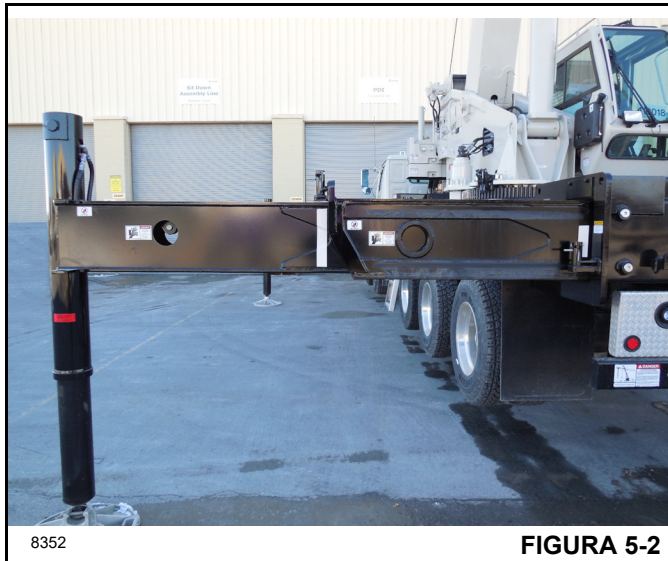

FIGURA 5-2
1. Extienda y ajuste los estabilizadores completamente. Consulte la Figura 5-2.